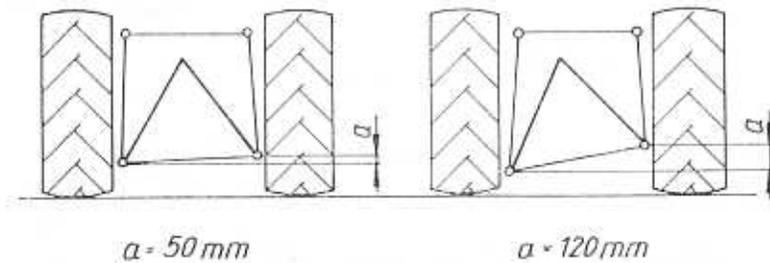

Abb. 12 Grundeinstellung der unteren Lenker der Traktoren K 700, K 700 A und K 701
- Grundeinstellung durch Längenveränderung der linken Hubstange (Abb. 12).